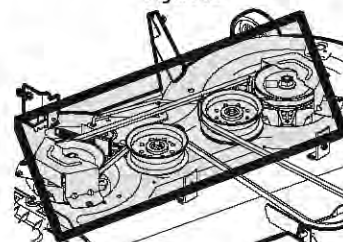

Figure 33
- Nettoyez la partie supérieure du plateau de coupe, la partie sous le couvercle des fusées et la partie autour des courroies. Voir Figure 33.